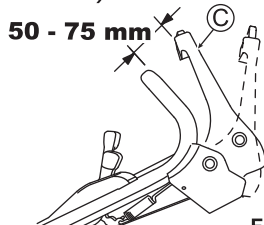

Fig. 25
Réglez de telle façon que la lame commence à tourner lorsque la distance entre le Levier de la lame (C) et la poignée est de 50 - 75 mm, avec le bouton jaune enfoncé ainsi qu'illustré dans la Fig. 25.